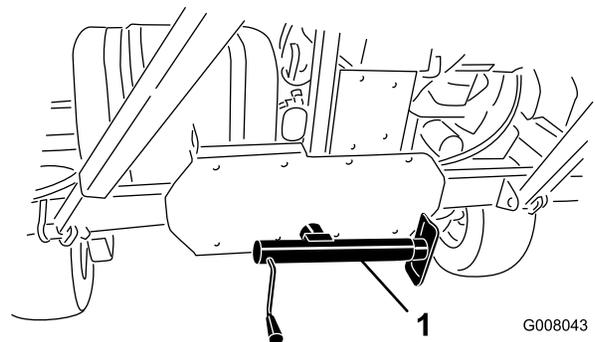

Bild 17
4. Senken Sie den Achsständer auf den Boden ab, um die Maschine zu stabilisieren (Bild 17).